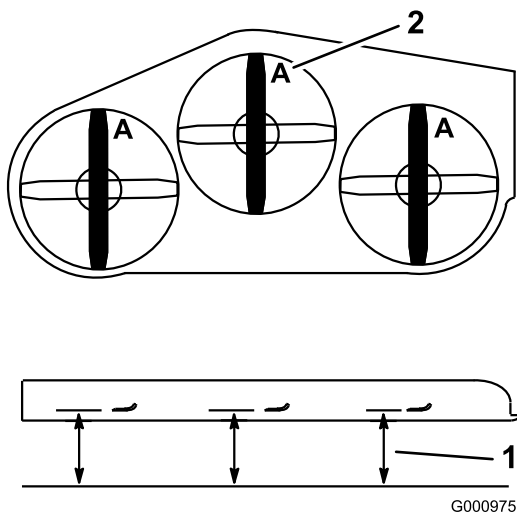

Figure 98
4. Mesurez la distance entre la surface plane et le tranchant (position A) des lames (Figure 98).